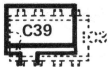

Fig. 1
- 30) Monter C39 mellem ben 1 og ben 2 på IC3, som vist på fig. 1.